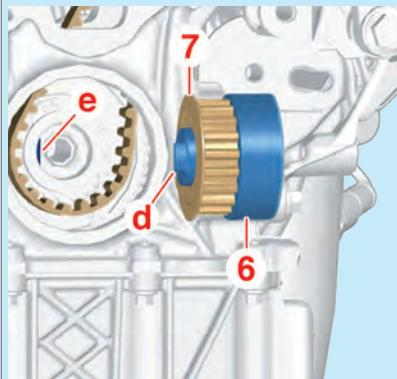
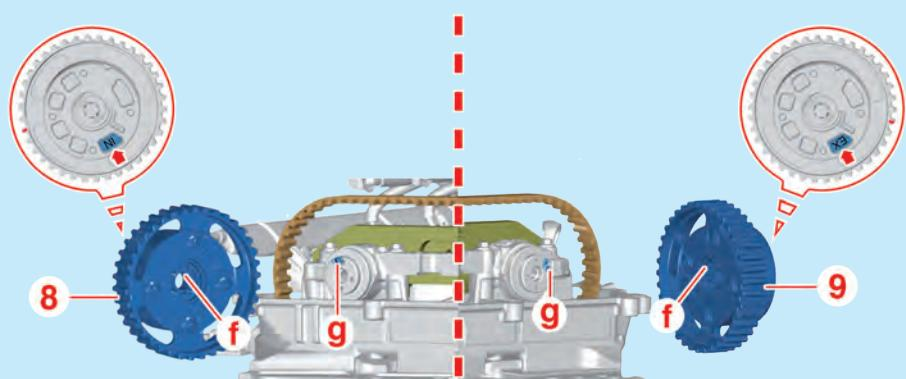

Fig.7
Fig.8
- Assembler le pignon de vilebrequin (7) et la bride (6) (Fig.7).
- Reposer le galet tendeur (3).
- Reposer le galet enrouleur (4).
- Mettre en place (Fig.8) :
- la roue dentée / déphaseur d'arbre à cames d'admission (8),
- la roue dentée / déphaseur d'arbre à cames d'échappement (9).